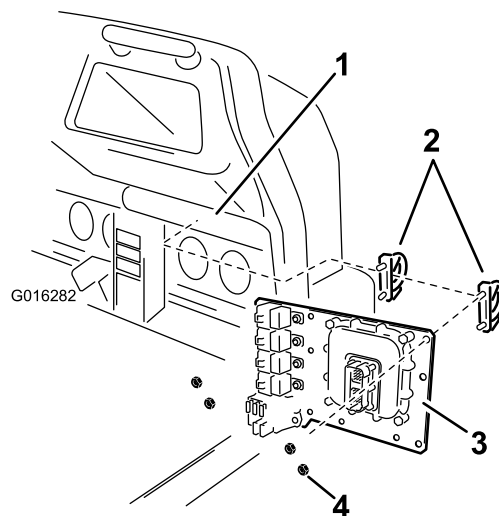

Figure 15
B. **Pour le système de pulvérisation Workman 200**, fixez la plaque de montage avec 2 étriers filetés et 2 écrous, comme montré à la Figure 15.